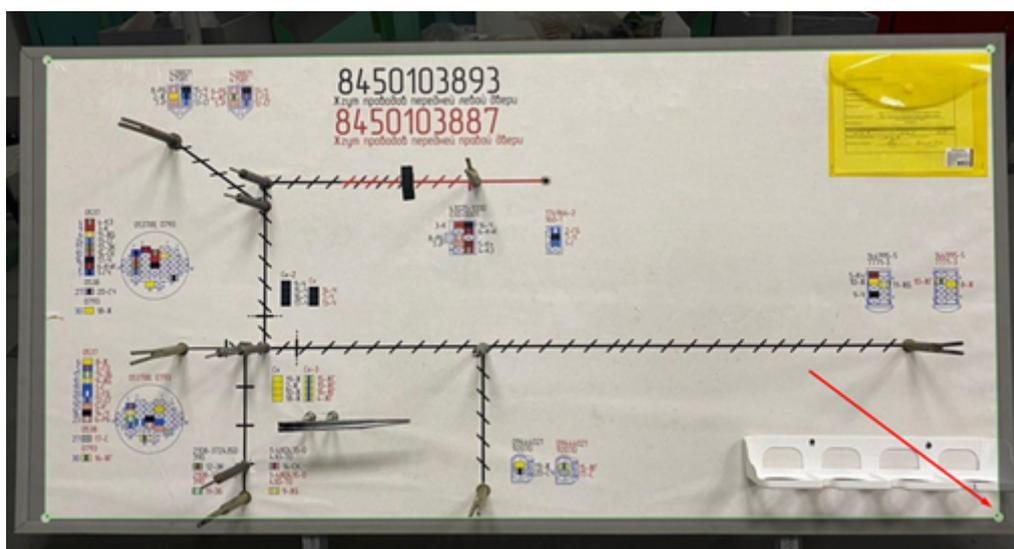

Рис. 10
4. Наведите курсор мыши на нижнюю правую «точку», нажмите и не отпуская её потяните вниз до нижнего правого угла воображаемой зоны (Рис. 10);